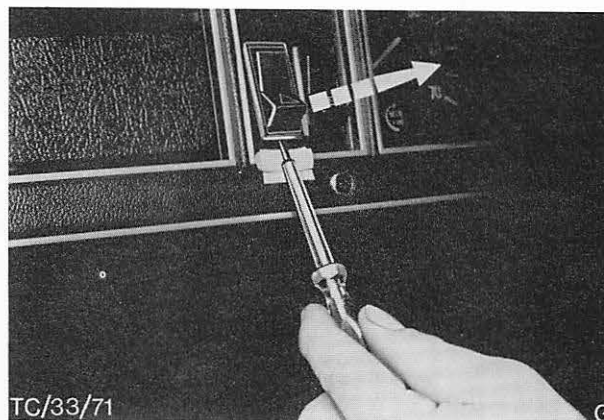

Abb. 56 Schalter mit Hilfe eines Schraubenziehers ausbauen
3. Schalter mit einem kleinen Elektriker-Schraubenzieher wie in Abb. 56 gezeigt, ausbauen.